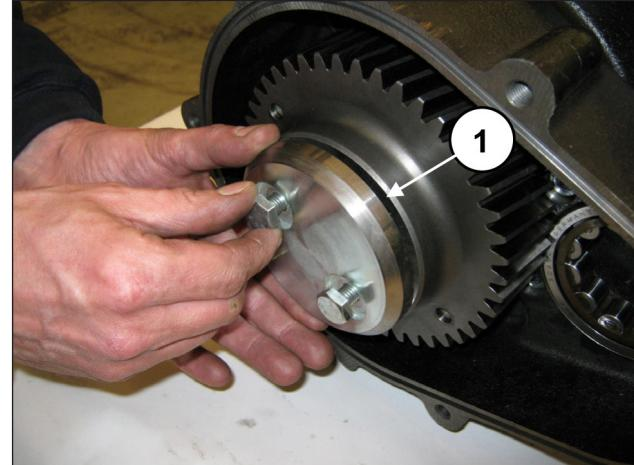

Abb. 78
Befestigen Sie die Zahnkranzarretierung (Pos. ①, Abb. 78) mit den 2 Schrauben M10x25.